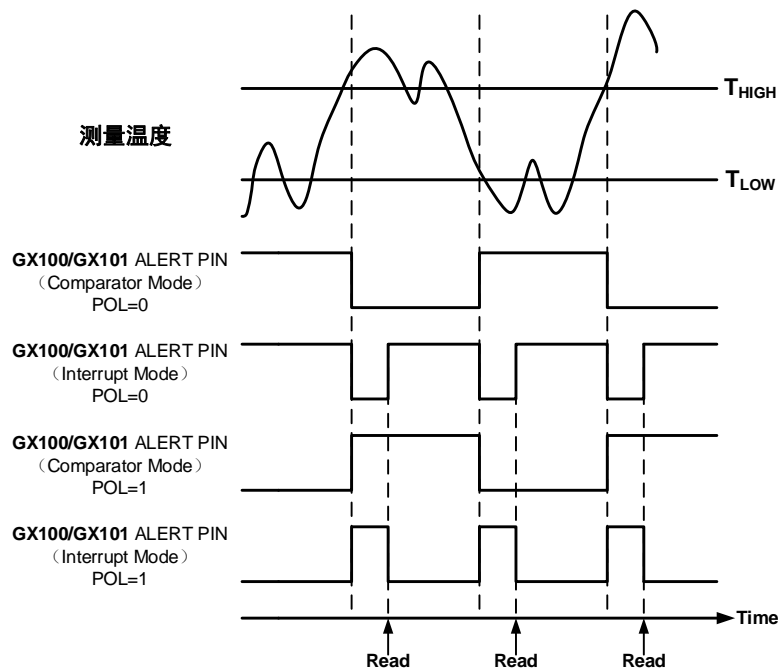

图 4 ALERT 引脚在不同模式下的状态
**V1.2** (January 2024): 修改报警功能图 4 中错误 (见 6.1.4 节);
配置寄存器中的极性位（POL）允许用户调整 ALERT 引脚输出的极性。如果将 POL 位写为 0（默认值），ALERT 引脚被激活时为低电平。若将 POL 位配置为 1，ALERT 引脚被激活时为高电平。上述各情况如图 4 所示。